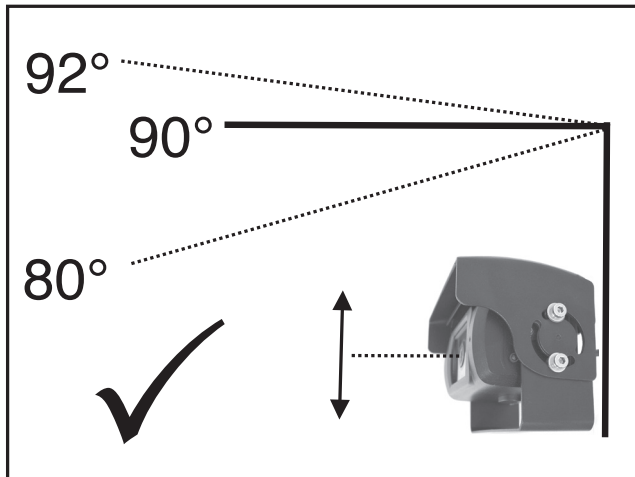

Bild 3
Die Kamera ist nicht für eine hängende Montage geeignet. Die Montage muss wie in Bild 3 gezeigt stehend oder ähnlich erfolgen.
- Lösen Sie beidseitig die Befestigungsschrauben (Bild 1, Pos. 8) etwas, um den Neigungswinkel der Kamera anzupassen. Achten Sie bei der Einstellung darauf, dass die Kameraschutzblende (Shutter) freigängig ist. Nach den Einstellarbeiten die Schrauben beidseitig wieder fest anziehen. Bitte hierzu auch Bild 3 beachten.